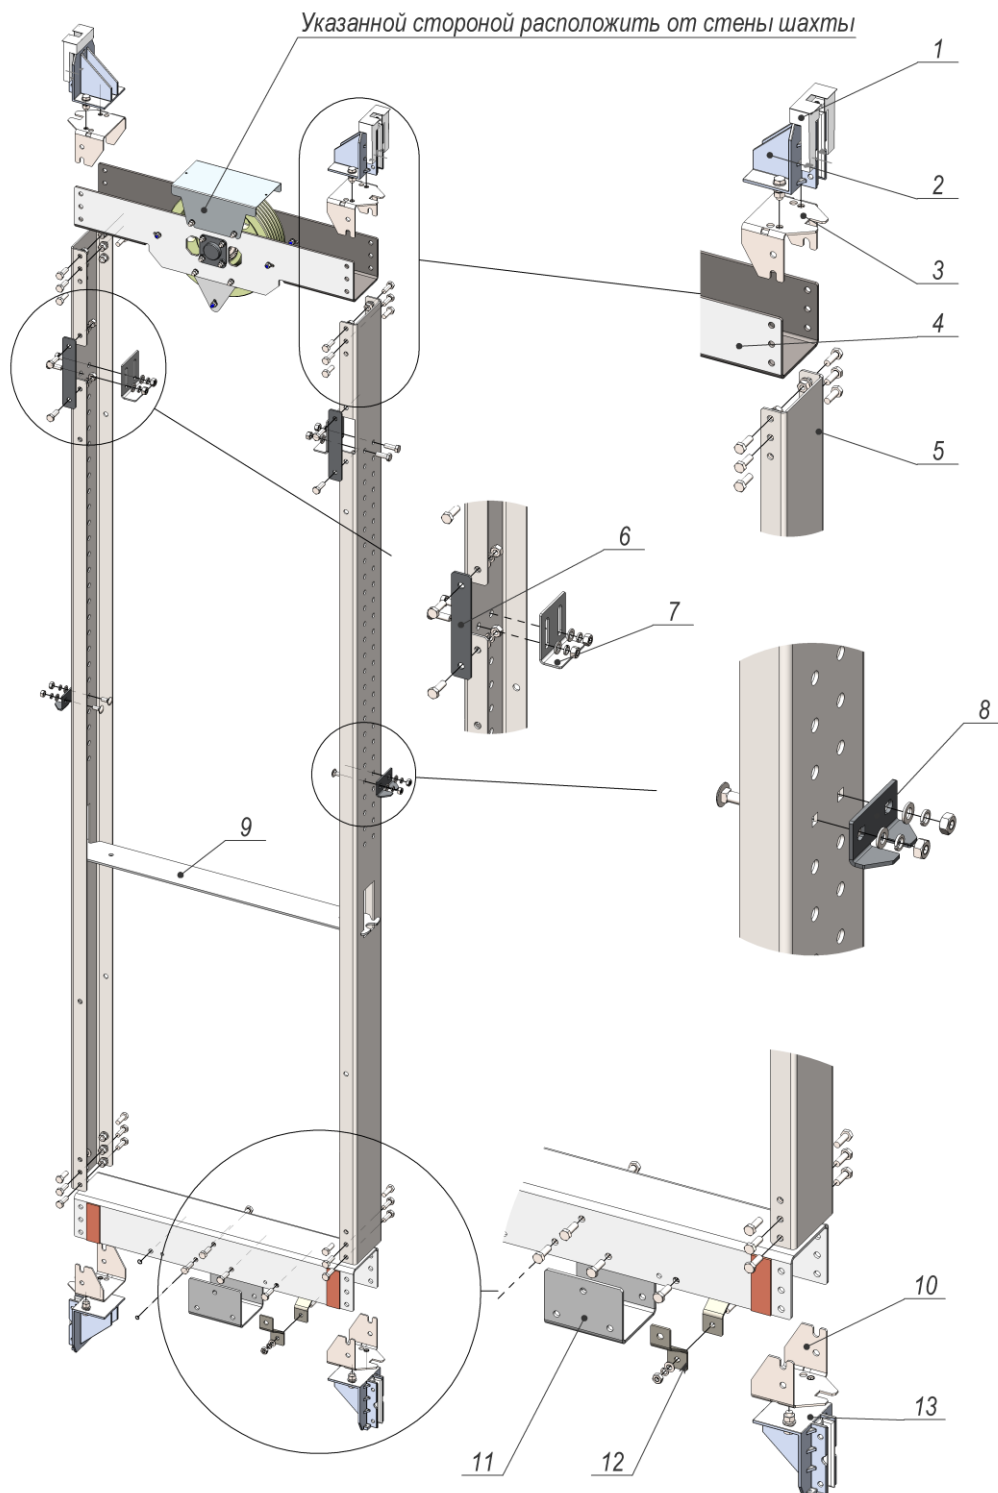

рис.46
9.3 При невозможности установки рамы противовеса в собранном виде, составные части противовеса вручную доставить в шахту лифта. Сборку рамы противовеса рекомендуется производить внизу (на подставке) иливерху (на балке) шахты (рис.46).
рис.46в крепление верхней балки к стоякам в зависимости от типа противовеса.